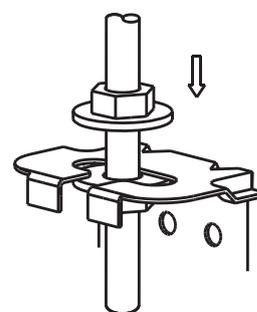

Рис. 4-2
- После выравнивания положения корпуса блока надежно зафиксируйте его, завинтив гайки гаечным ключом (рис. 4-2).